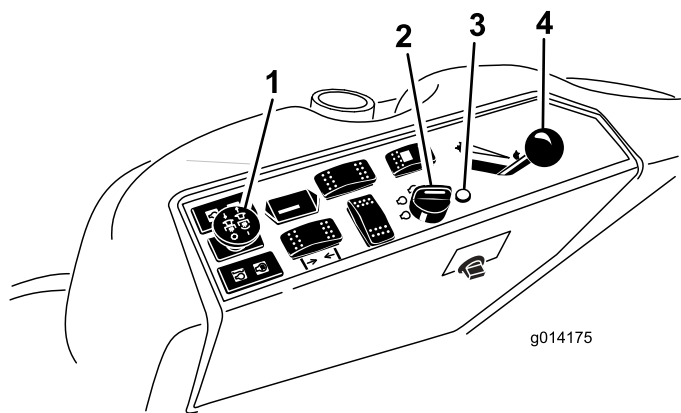

Рисунок 11
4. Переведите переключатель механизма отбора мощности в положение «Выкл.» (Рисунок 11).
- Сдвиньте рычаг дроссельной заслонки в среднее положение между Slow («Медленно») и Fast («Быстро») (Рисунок 11).